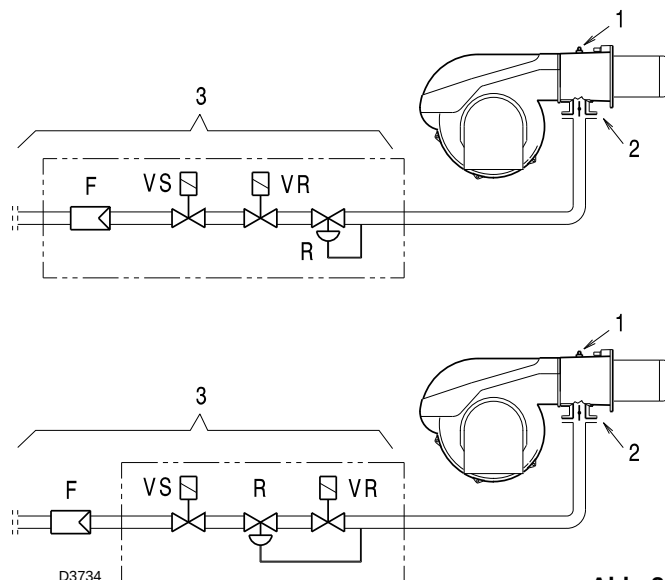

Abb. 20
Gasdruck, an der Entnahmestelle 1)(Abb. 20) gemessen mit:
Strömungsverlust Gasdrossel 2)(Abb. 20) bei maximaler Öffnung: 90°.
Strömungsverlust Armatur 3)(Abb. 20) bestehend aus:
- Ziehen Sie vom Gasdruck am Anschluss 1)(Abb. 20) den Druck in der Brennkammer ab.
Gasdruck an der Entnahmestelle 1)(Abb. 20) = 19 mbar
Um stattdessen den am Anschluss 1) notwendigen Gasdruck **zu ermitteln** (Abb. 20), nachdem die Höchstleistung festgelegt wurde, bei der der Brenner arbeiten soll:
- Lesen Sie rechts, in Spalte 1, den Druck an der Entnahmestelle 1)(Abb. 20) ab.
An der Entnahmestelle 1)(Abb. 20) erforderlicher Druck.